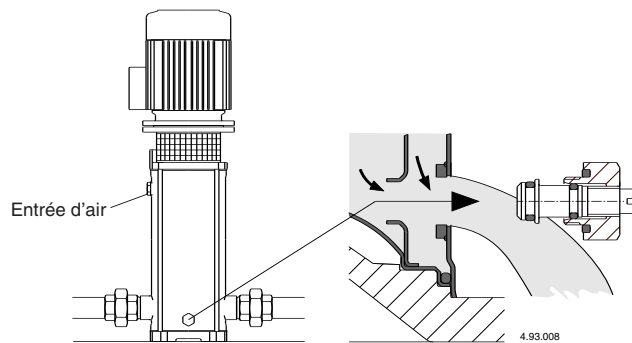

Fig. 4 Vidange
**Quand la pompe n'est pas utilisée, elle doit être vidée complètement s'il existe un danger de gel** (fig. 4).
Avant le désassemblage, fermer les vannes d'aspiration et de refoulement et vider le corps de pompe (fig. 4).